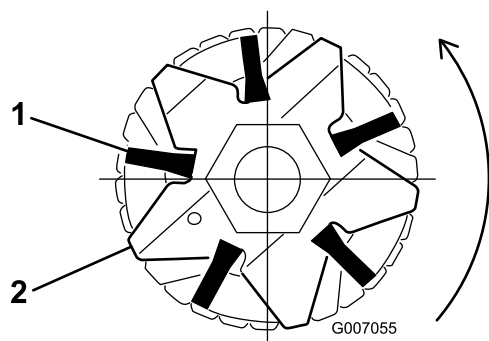

Figure 19
2. Engagez bien les brosses dans les fentes des lames du groomer (Figure 19 & Figure 20).